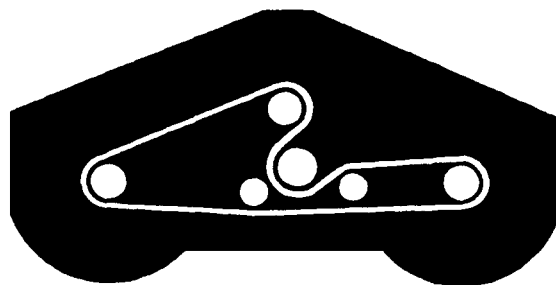

Fig. 14
5. Anbring den nye rem omkring spindelremskiverne og gennem strammeremskiven, som vist i fig. 14.